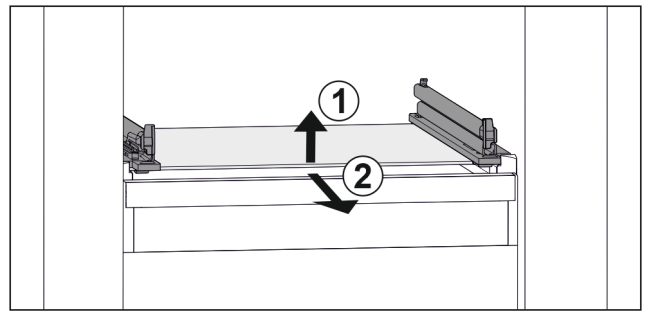

Fig. 46 Exemple de représentation de la tablette en verre
- ▶ Soulever la tablette en verre par l'avant. Fig. 46 (1)
- ▶ Retirer la tablette en verre par l'avant. Fig. 46 (2)